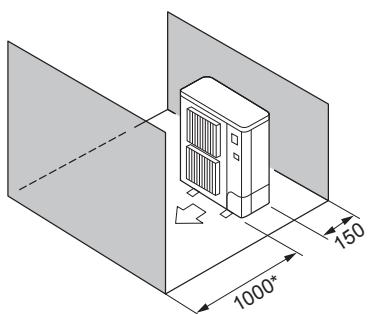

Fig. 2-7
- ⑤ Εμπόδια στην μπροστινή και την πίσω πλευρά μόνο (Fig. 2-7)